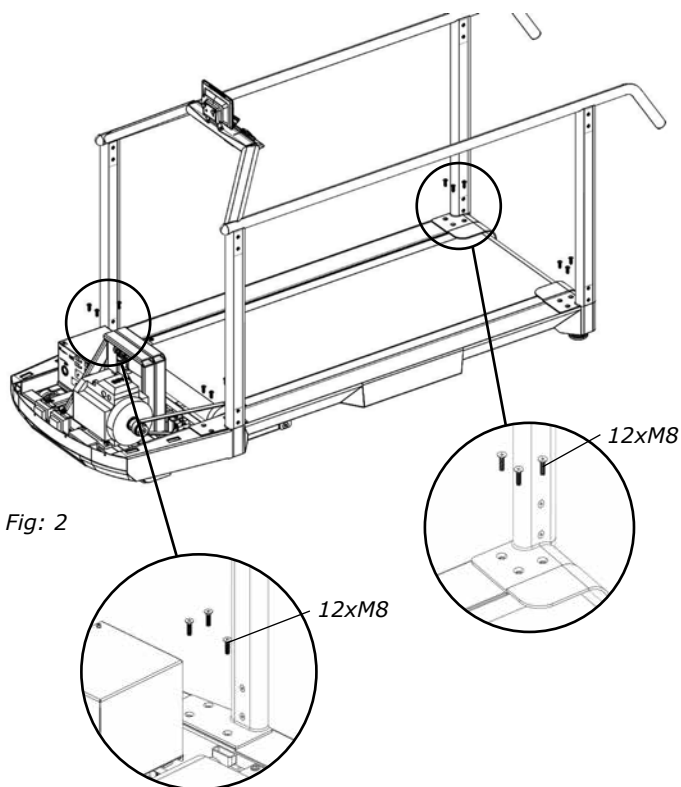

Fig: 2
3. Lossa och ta bort 12 st. skruvar, se *fig: 2*